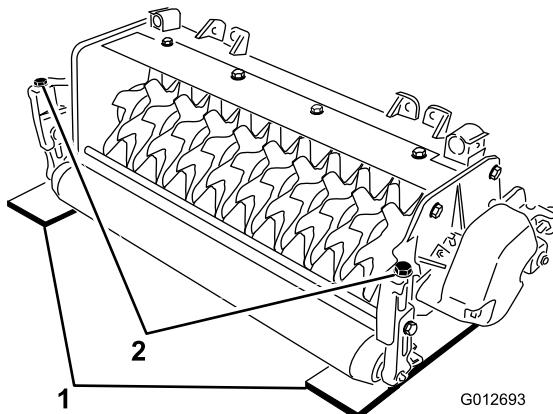

Figure 4
- Placez 2 jauge de profondeur, qui ont la profondeur de pénétration des lames voulues, en dessous du sol, sous les rouleaux avant et arrière du cylindre de verticutting (une à chaque extrémité du cylindre) (Figure 4).
- Tournez le boulon de réglage sur chaque support de hauteur de coupe (Figure 4) afin que les lames du cylindre rencontrent la surface plane à chaque extrémité.